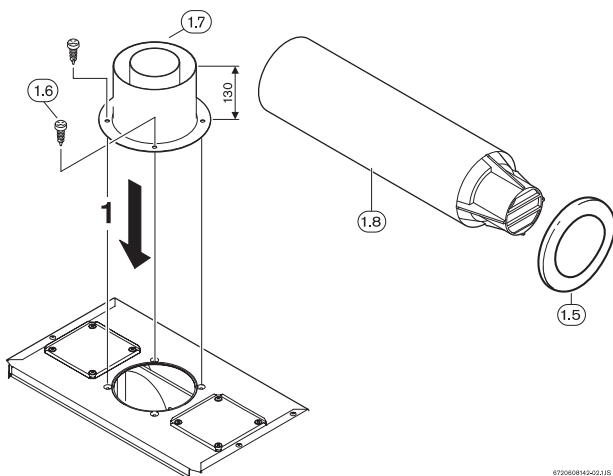

Fig. 10
2.3.1 Sistema di scarico fumi concentrico orizzontale, a parete, con accessorio AZ 361, AZ 362 (Fig. 7) o AZ 368 (Fig. 10 e 11).
Legenda da Fig. 10 e 11: